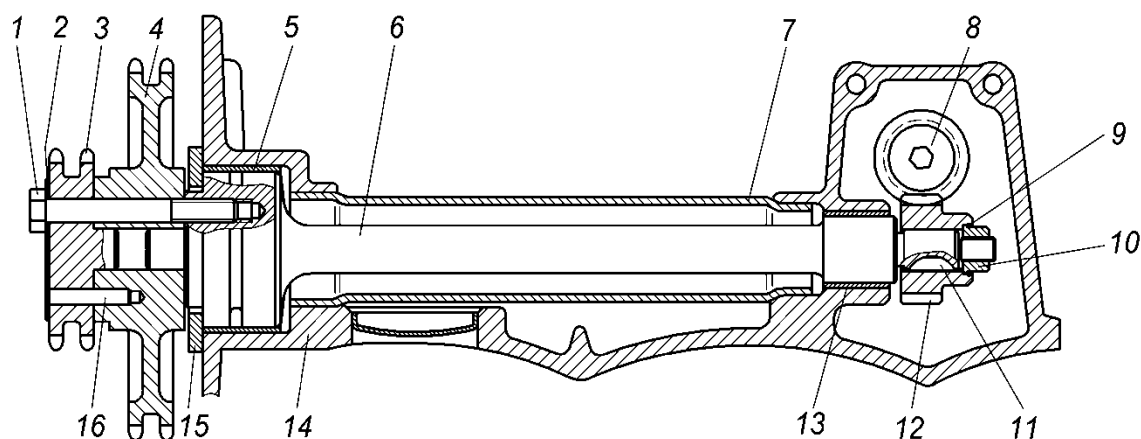

Рис. 28. Вал промежуточный:
**Промежуточный вал** (рис. 28) – служит для передачи вращения от коленчатого вала распределительным валам через промежуточные звездочки с понижением частоты вращения в 2 раза, а также для привода масляного насоса. Размещение звездочек понижающей передачи на промежуточном вале позволяет уменьшить высоту двигателя за счет применения на распределительных валах звездочек с небольшим числом зубьев.